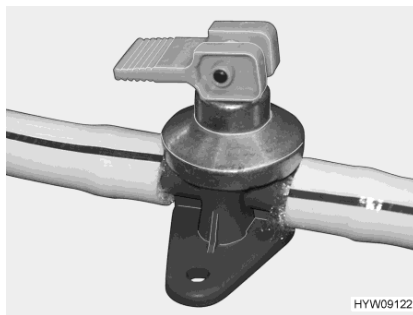
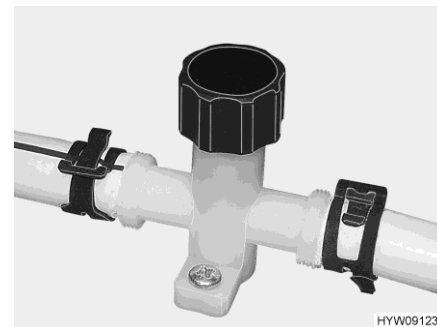

Bild 98 Avtappningskran (varmvattenberedare)
Bild 99 Avtappningskran (vattenledning)
- Stäng alla avtappningskranar (Bild 98 resp. Bild 99). Dra då till locket medurs eller ställ vipparmen vågrätt. Avtappningsventilerna är monterade under en golvlucka i fordonets mitt.